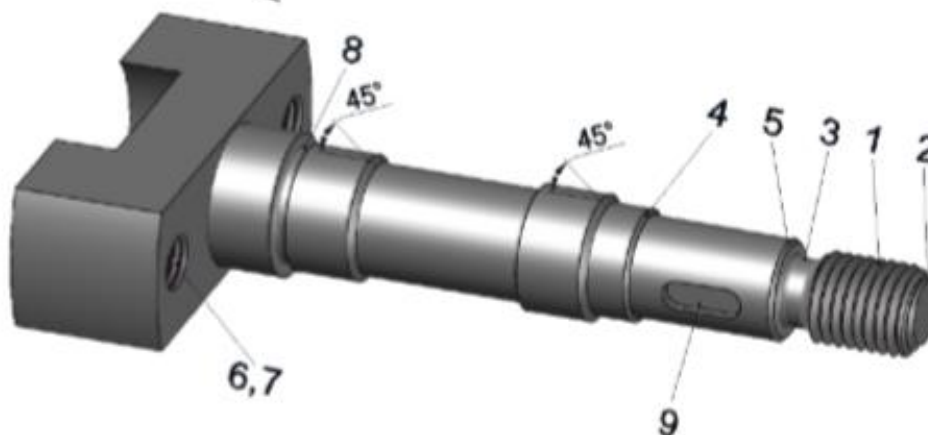
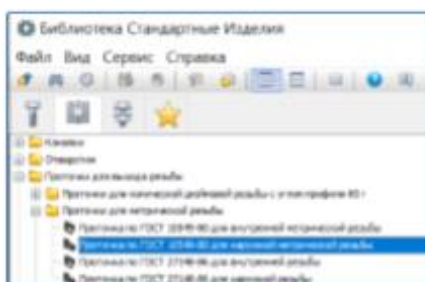

Рис. 87
Рис. 99
Далее, используя **Библиотеку стандартных изделий**, поставьте канавку 8 (рис. 87) для выхода шлифовального круга и проточку 3 (рис. 87) для наружной метрической резьбы.
8) Аналогично постройте проточку 3 (рис. 87) для наружной метрической резьбы. Откройте диалоговое окно **Библиотека стандартных изделий – Проточки для выхода резьбы** (рис. 99).
Двойным щелчком мыши активизируйте элемент **Проточка по ГОСТ 10549-80 для наружной метрической резьбы** (рис. 99).